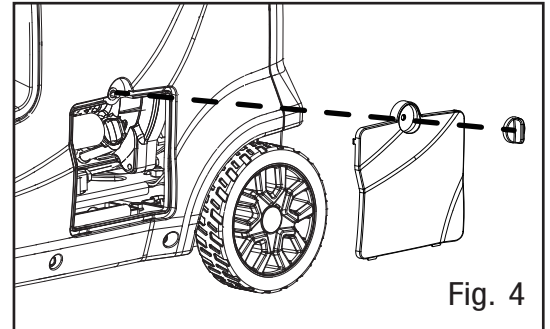

Fig. 4
2. Schrauben Sie den Knopf der Ölabdeckung ab und entfernen Sie die Abdeckung von der Seitenwand (Abb. 4). Schrauben Sie den Ölmesstab aus dem Motor heraus.